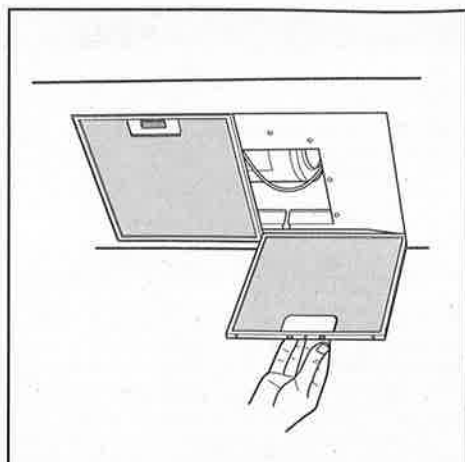

Fig.7
• La distanza minima fra la superficie di supporto dei recipienti di cottura sul dispositivo di cottura e la parte più bassa della cappa da cucina deve essere di almeno 65 cm. Se dovesse essere usato un tubo di connessione composto di due o più parti, la parte superiore deve essere all'esterno di quella inferiore. Non collegare lo scarico della cappa ad un condotto in cui circoli aria calda o utilizzato per evacuare fumi degli apparecchi alimentati da un'energia diversa da quella elettrica. Prima di procedere alle operazioni di montaggio, per una più facile manovrabilità dell'apparecchio disinserire il filtro/i antigrasso (Fig.7).
Per il montaggio del deviatore aria filtrante fare riferimento alle istruzioni contenute nel kit. Se il kit non è in dotazione, ordinarlo al Vs. rivenditore come accessorio. I filtri al carbone attivo devono essere applicati al gruppo aspirante posto all'interno della cappa (Fig.7).